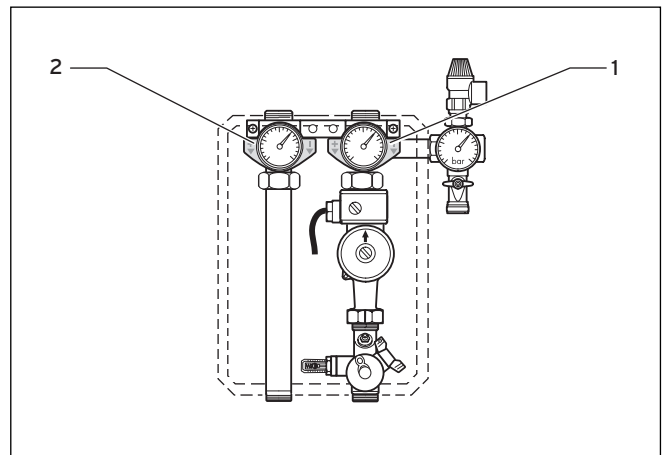

Abb. 7.28 Vor- und Rücklauf an der Solarstation
- Schließen Sie die Absperrvorrichtungen am Rücklauf (1) und am Vorlauf (2) der Solarstation (→ **Abb. 7.28**).